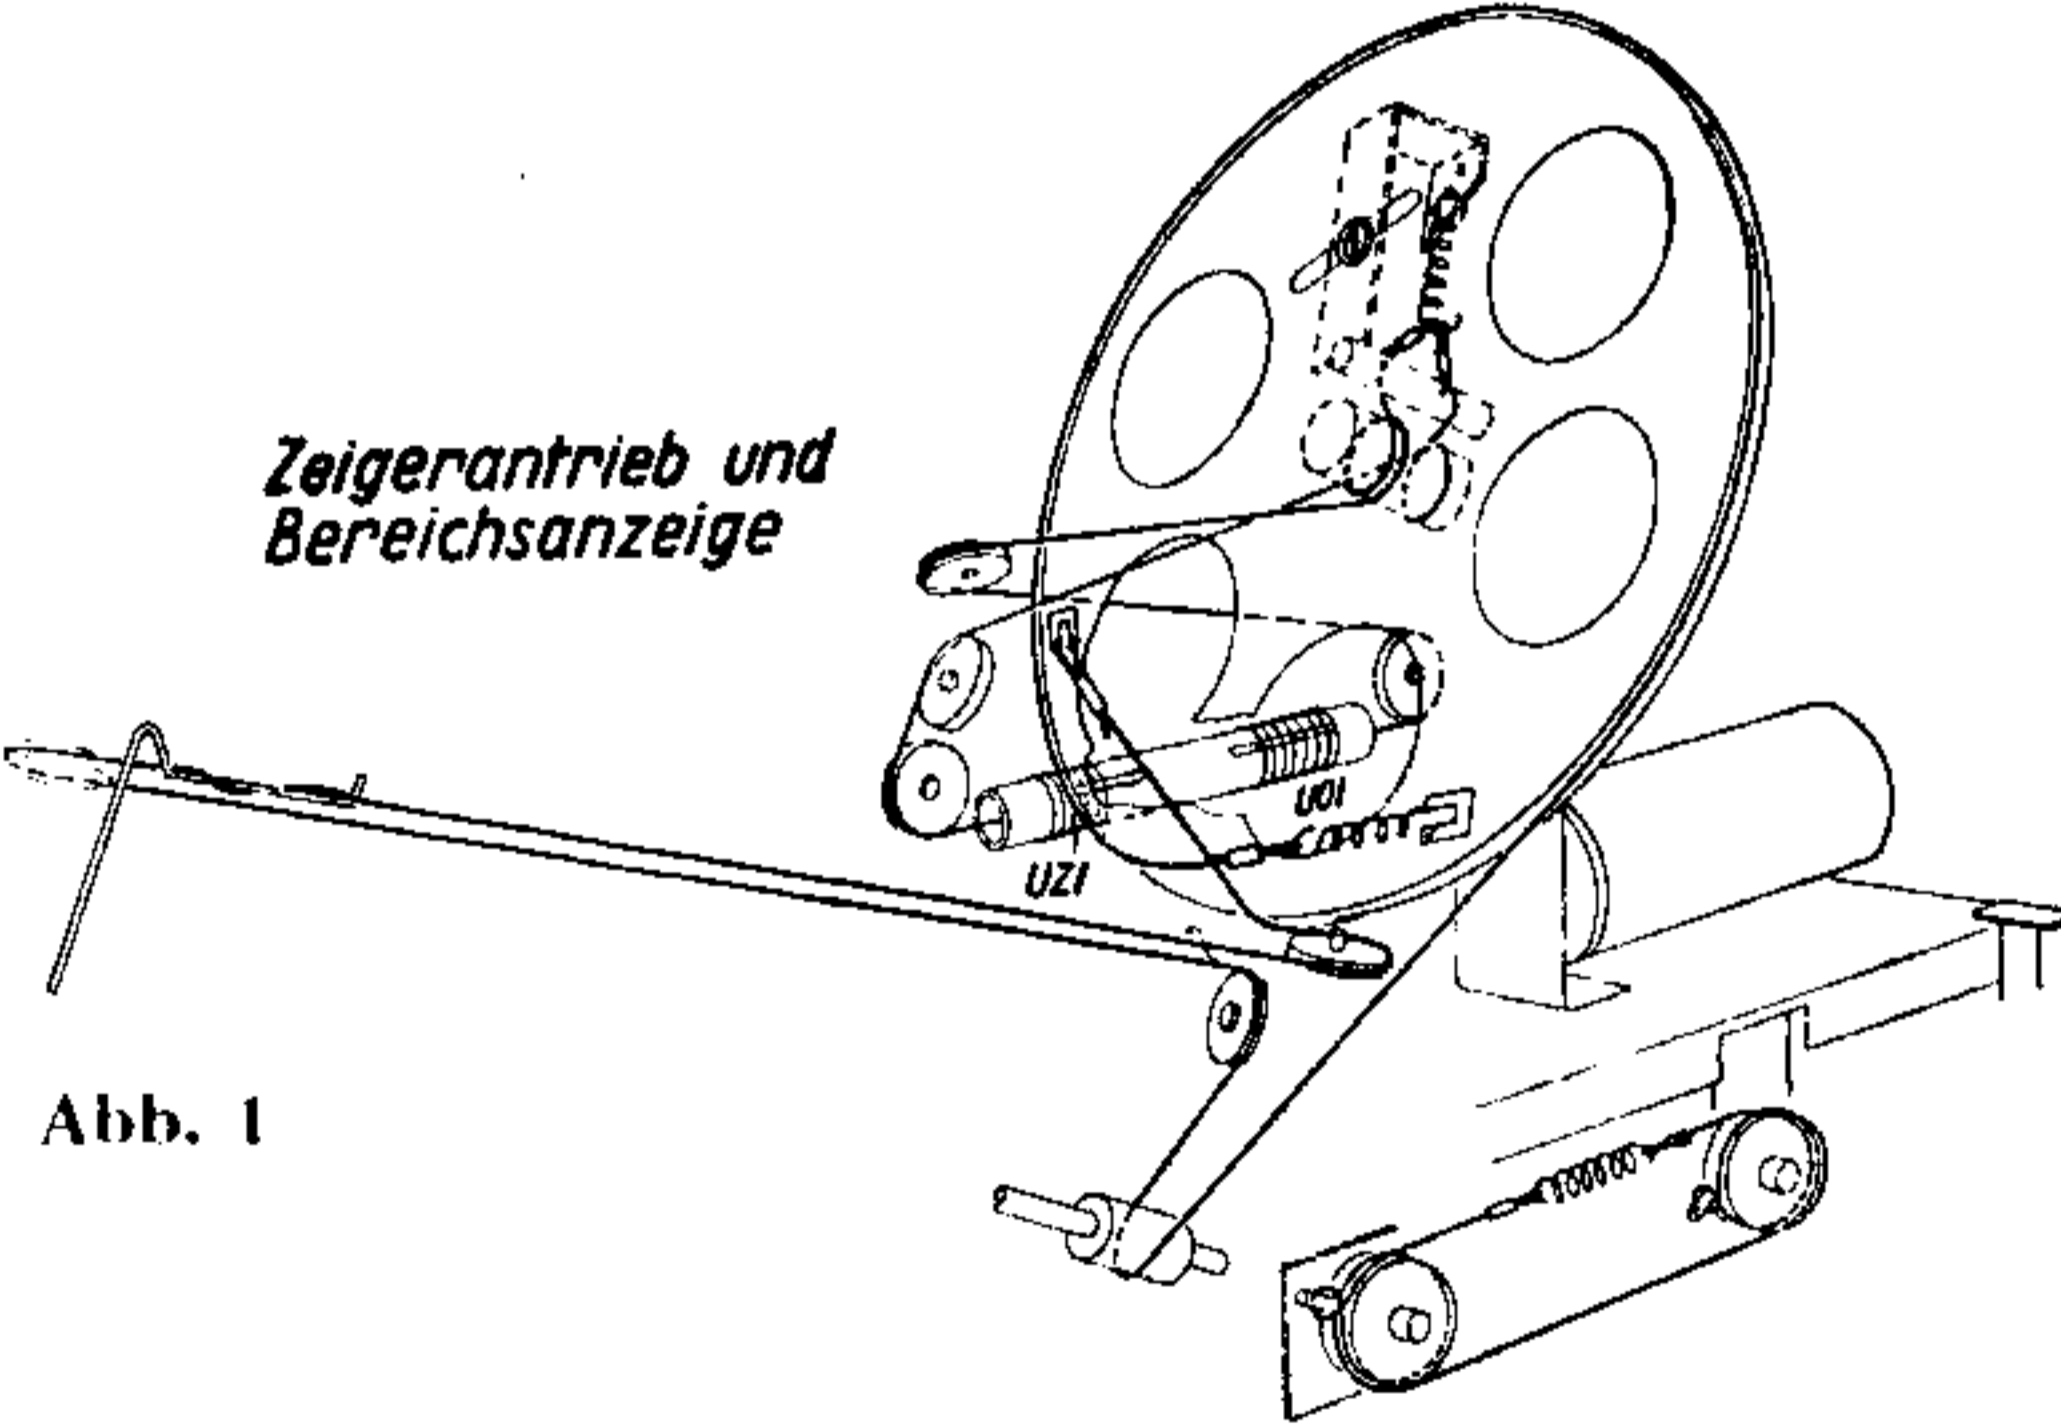

Abb. 1
1. Bei eingedrehtem Drehko soll der Kern der Oszillatorspule mit seiner Vorderkante die erste Windung der Oszillatorspule (UOI) berühren. Einstellmöglichkeit an der Seilscheibe (siehe Abb. 1).